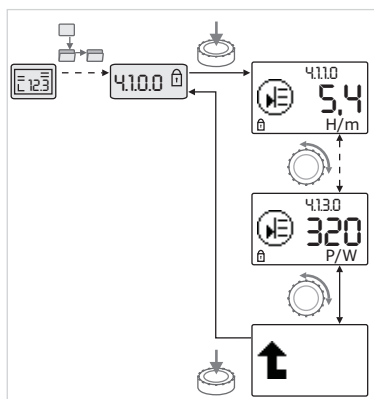

Fig. 42: Hentning af informationer
- Gå til menuelementer af typen "information" i den aktuelle undermenu ved at dreje på betjeningsknappen (se fig. 42). Forklaringer til de indstillinger, der repræsenteres af symboler, se tabellen i kapitel 8.7 „Reference menuelementer“ på side 230.